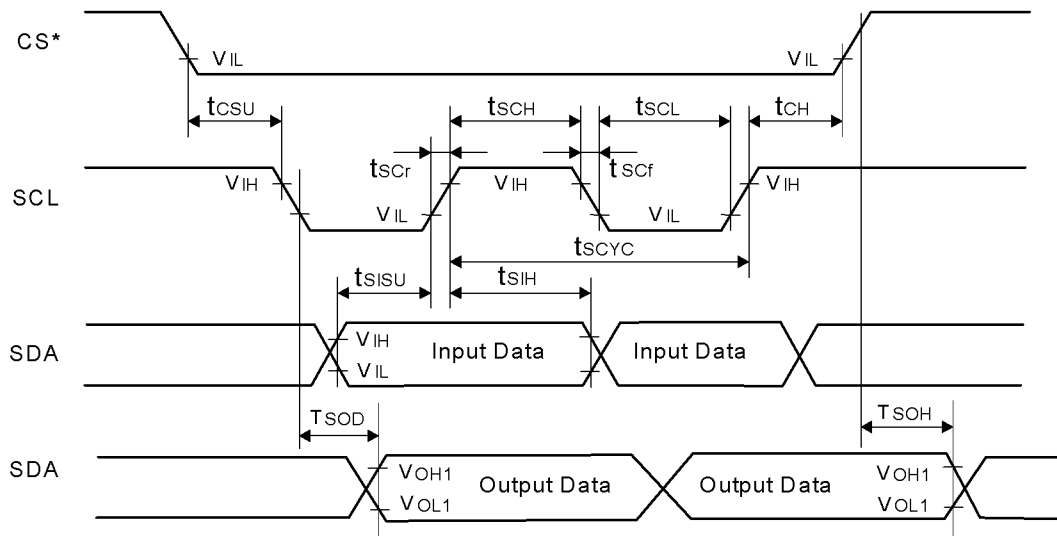

Fig. 2 (図 2)
7.3.2.Clock-synchronized Serial Interface Timing Characteristics (Fig.2)
(クロック同期シリアルインターフェースタイミング特性) (図2)